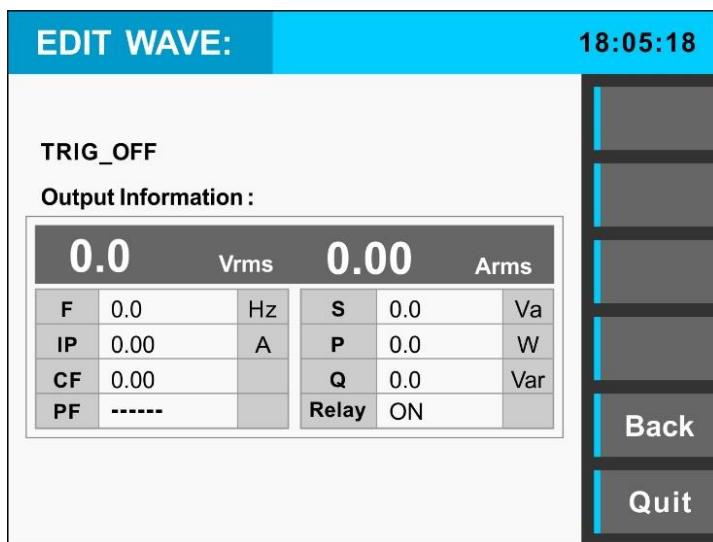

图3-15 Edit模式下输出界面
3) 选择界面“OK”右侧的功能键，会跳转到图3-15所示界面。